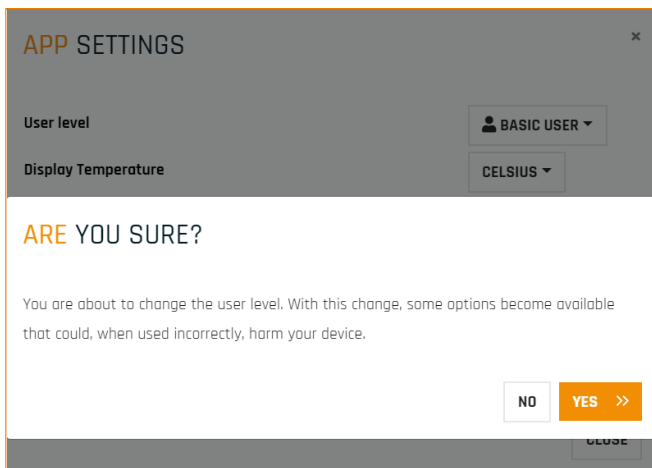

Figure 13. Confirmer le changement de niveau d'utilisateur.
4. Naviguer jusqu'à la page 'Details' et veiller à modifier l'identifiant du nœud de batterie de la première batterie à la valeur 11 (Figures 13 et 14)